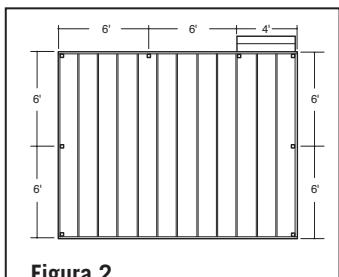

Figura 2
Paso 1: Determine el número de postes de barandal necesarios para su terraza. El espaciado de los postes es de 6' al centro. Por ejemplo: Una terraza de 12x16 fijada a una construcción con una abertura de acceso de 4' en un costado requerirá un total de ocho postes (Figura 2).